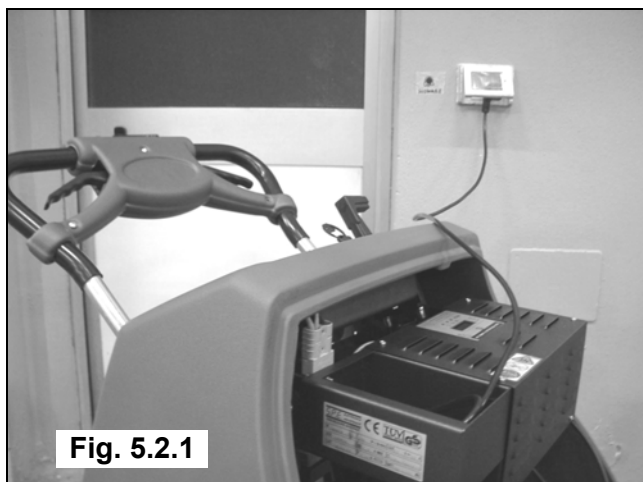

Fig. 5.2.1
2. Con la máquina apagada, conecte el cable del cargador de baterías (**Fig. 5.2.1**). Verifique que la tensión en entrada especificada para el cargador de baterías sea compatible con la tensión de alimentación disponible.